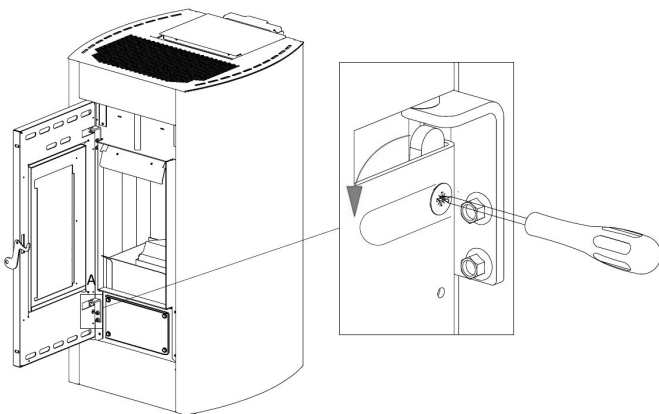

Fig. 31 - Verwijdering van de schroeven
- Met behulp van een schroevendraaier de hendel in de richting van de pijl draaien (zie **Fig. 31**).